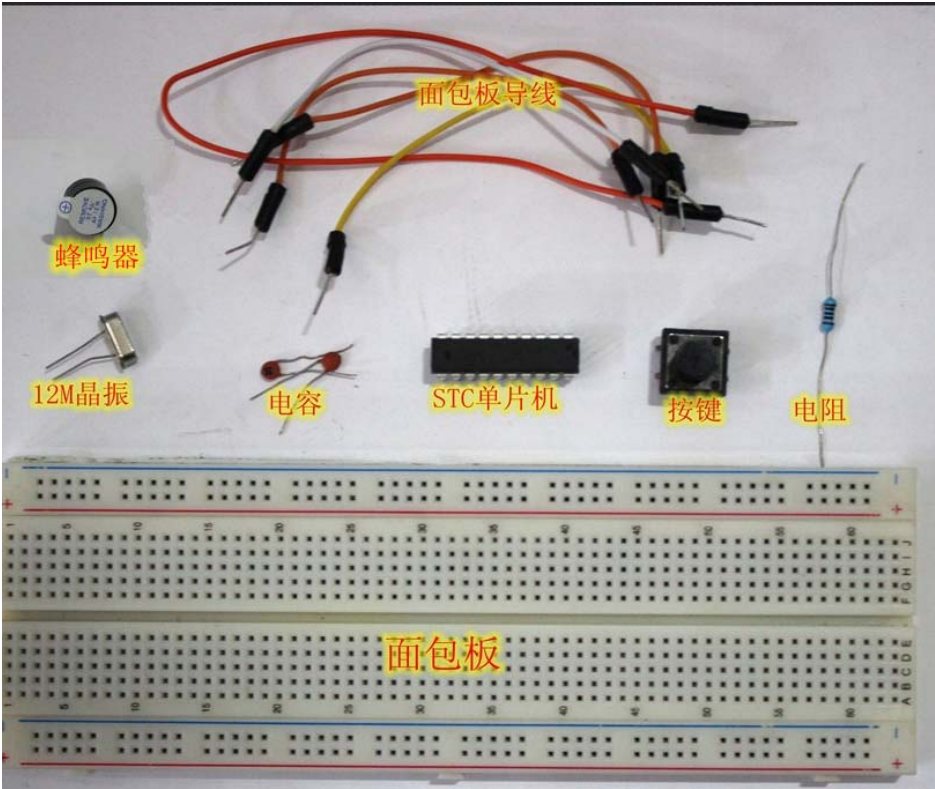

图 1-52 蜂鸣器实验所需材料
- 根据所要用到的材料表格，配备的材料实物图如图 1-52 所示：